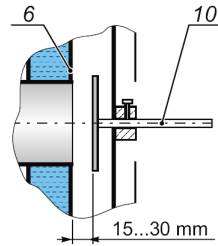

Рис. 1b Заслонка регулировки первичного воздуха
В задней части котла находится заслонка(11) регулирования подачи воздуха. Шток заслонки (10) подачи первичного воздуха, также шток заслонки (12) подачи вторичного воздуха. Для подачи первичного воздуха заслонку нужно отодвинуть на 15-30 мм от закрытого положения и закрепить шток винтом (см. рис. рис. 1b). Аналогично устанавливаем и подачу вторичного воздуха (см. рис. рис. 1с)